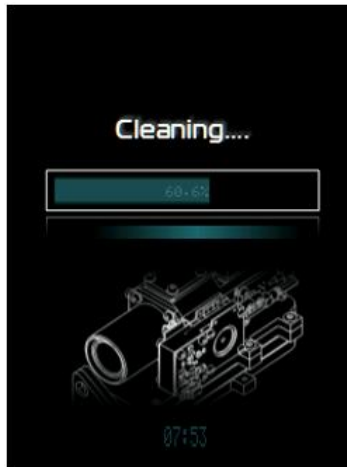

Figura 15. Afişajul modului de autocurăţare
**Curatenie**–acest element de meniu asigură auto-curățarea dispozitivului atunci când canalul de analiză este înfundat (Figura 15). Activați-l într-o cameră curată fără mirosuri străine, dacă pe ionograma canalului de măsurare apare un vârf detectat continuu. În primul rând, încercați să înlocuiți grila filtrului instalată la intrarea camerei de analiză cu una de rezervă (vezi Anexa 1).